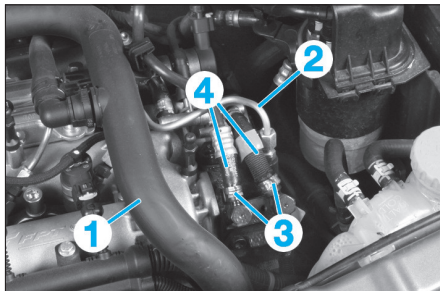

FIG. 28
- le conduit d'air de suralimentation (1) (Fig.28),
- le conduit haute pression (2),
- les colliers (3) des durits de carburant (4).
- Débrancher les durits (4).